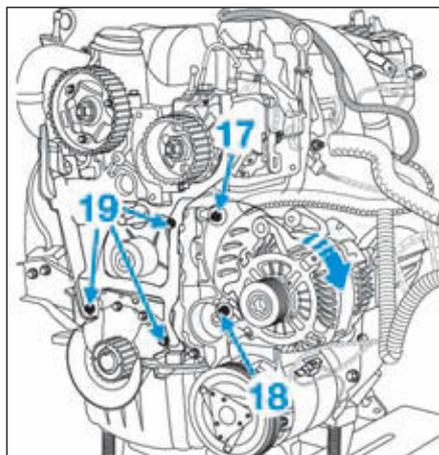

FIG.94
- Déposer la vis supérieure (17) de l'alternateur (Fig.94).
- Desserrer la vis inférieure (18) de l'alternateur.
- les vis (19) puis le carter intérieur,